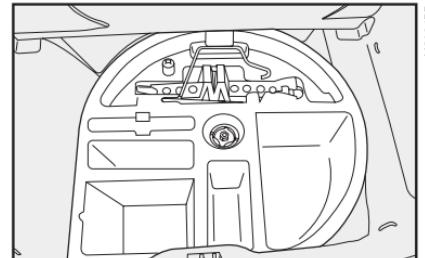

fig. 7
- Quite el soporte portaherramientas y tire del criqué **fig. 7**, sacándolo de su alojamiento.